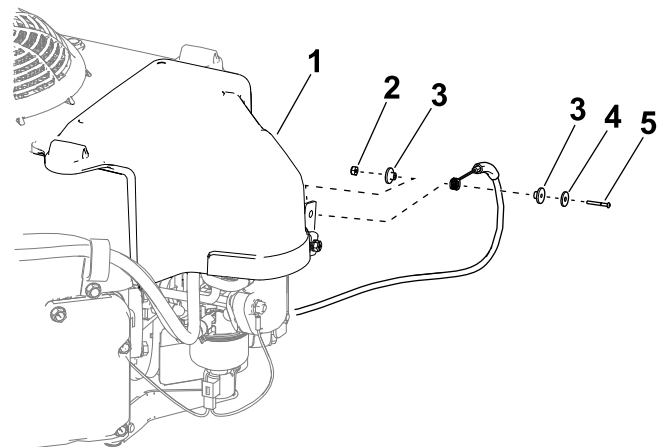

Figure 1
2. Retirez les fixations qui retiennent le câble de starter sur le moteur (Figure 1).
2. Avec le boulon, les entretoises, la rondelle et l'écrou, fixez le câble de starter à la commande de starter sur le carburateur (Figure 1).